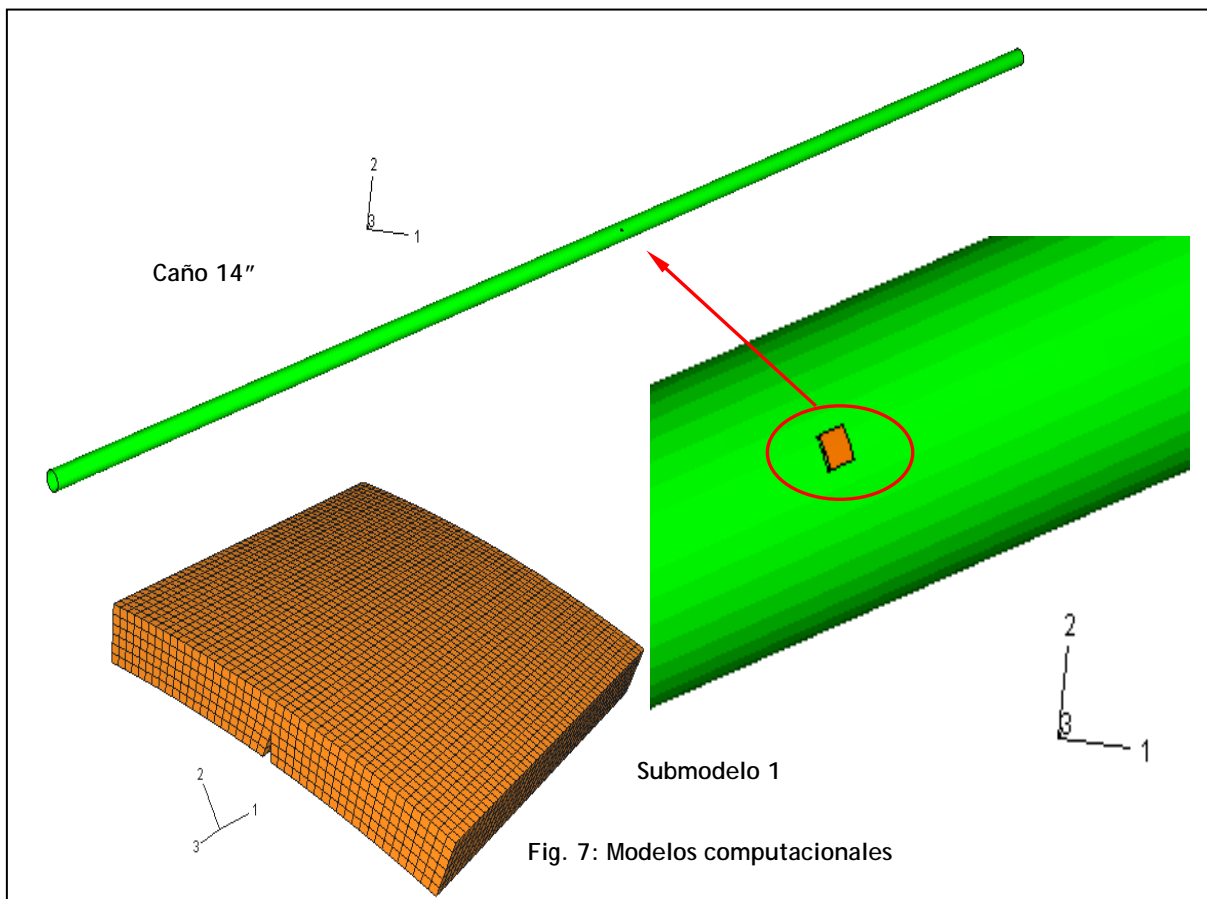

Fig. 7: Modelos computacionales
- Modelos computacionales (Elementos Finitos): permiten calcular la respuesta de la pieza frente a distintas configuraciones de cargas, temperaturas, etc. En la Fig. 7 se muestra una aplicación a la fisuración de un oleoducto.